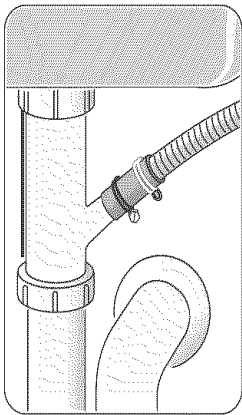
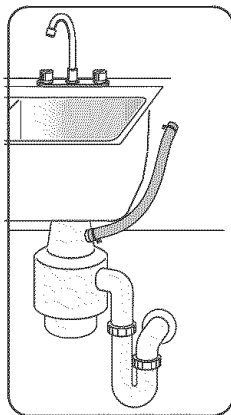

Figure 22
Figure 23
- 1) Directement sous la connexion de vidange de l'évier, figure 22.
- 2) Directement sur la connexion de vidange d'un broyeur, figure 23.
Si le tuyau de vidange du lave-vaisselle est branché directement une connexion de vidange sous l'évier, figure 22, ou sur la connexion de vidange d'un broyeur, figure 23, former une courbe dans le tuyau de vidange du lave-vaisselle et maintenir une portion de la courbe à au moins 20 po (508 mm) au-dessus du plancher de l'armoire.